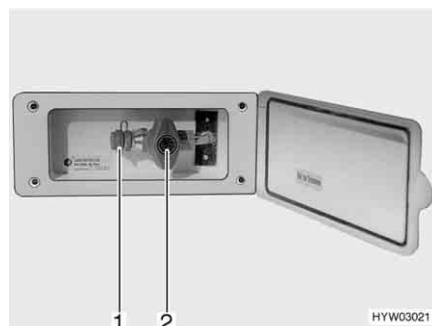

Bild 120 Extern gasanslutning, gasavstängningsventilen stängd
Den externa gasanslutningen (Bild 120) befinner sig, beroende på modell, på fordonets bakdel eller på fordonets vänstra resp. högra sida.
- Anslut den externa gasapparaten till anslutningar (Bild 120,1).
- Öppna gasavstängningsventilen (Bild 120,2).